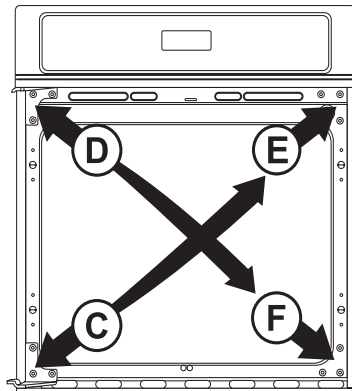

Figura 8
- 6.2.2. Quite la bisagra inferior del lado izquierdo del bastidor del horno (ver **C**, Figura 8) y colóquela en el lado superior derecho del bastidor del horno (ver **E**, Figura 8).
- 6.2.3. Quite la bisagra superior del lado izquierdo del bastidor del horno (ver **D**, Figura 8) y colóquela en el lado inferior derecho del bastidor del horno (ver **F**, Figura 8).